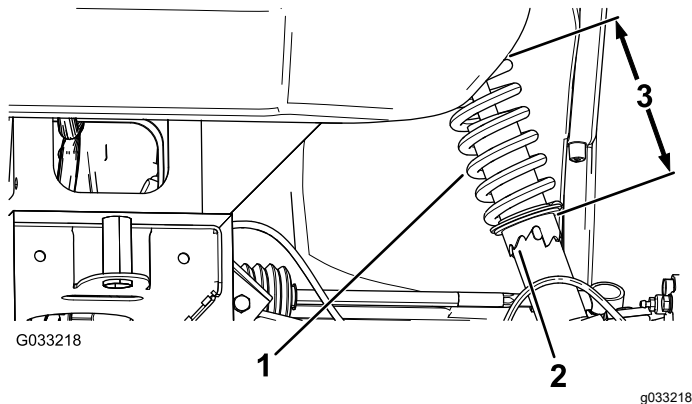

Figura 53
2. Si la caída de la rueda no está alineada, utilice la llave de tuercas para girar el collarín en el amortiguador y alinear la rueda (Figura 53).